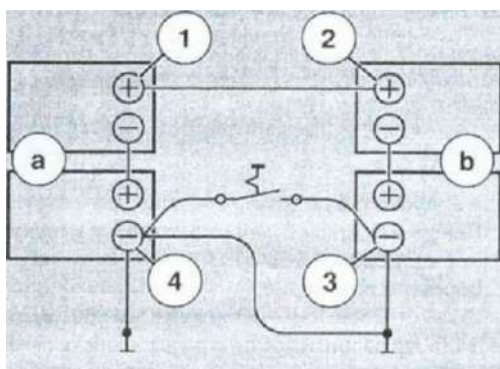

Рис. 23
- подключите клеммы (+) 2 и 1 (Рис. 23);